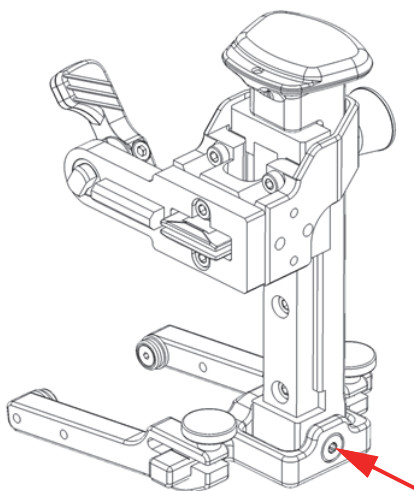

Рис. 2-24 Установка винта
7. Установите винт в стержень вилки (Рис. 2-24 на стр 58).